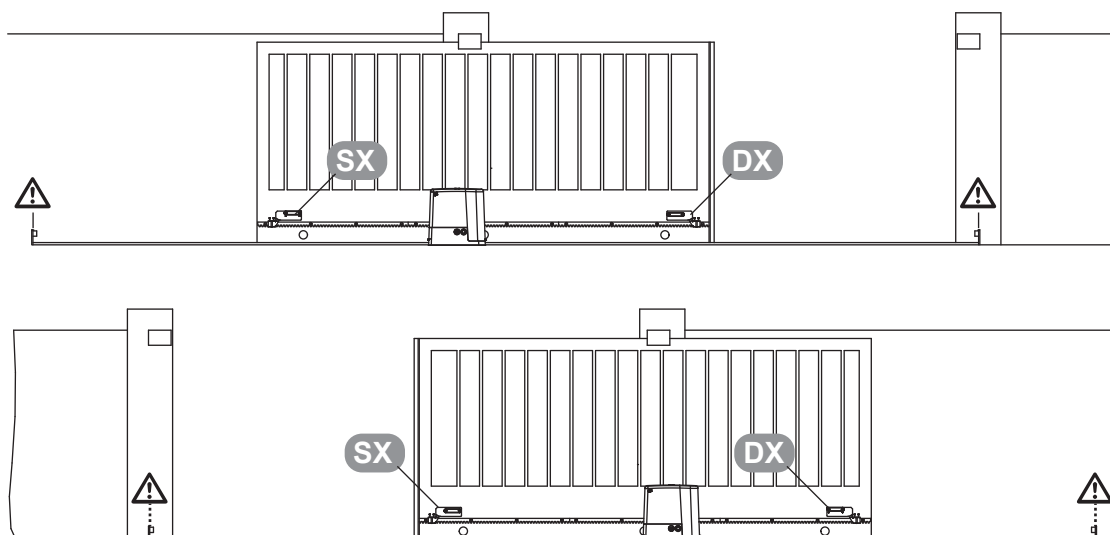

Bild 11 - Endlagen
Zunächst die beiden Magnethalter in den jeweiligen Endlagen auf der Zahnstange mit den beiliegenden Schrauben befestigen. Anschließend die Magneten auf den Magnethaltern montieren, hierbei ist darauf zu achten, dass der rote Magnet links (SX) und der blaue Magnet rechts (DX) montiert wird (siehe „Bild 11 - Endlagen“). Den richtige Abstand zu den beiden Reed-Kontakten bestimmen. Hierzu den Antrieb entriegeln und das Tor in die Endlage Tor-Auf bzw. Tor-Zu schieben. Die Endschalter-Anzeige der Steuerung beobachten, er scheint die Anzeige Tor-Auf bzw. Tor-Zu wird der Magnet vom Reed-Kontakt erkannt. Zum Korrigieren den Magnethalter versetzen. Nach einem erfolgreichen Probelauf können die Magnethalter endgültig fixiert werden.